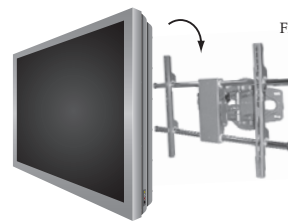

Fig. 4 – Enganche cuidadosamente la pantalla en la placa de pared.
- Con la ayuda de otra persona, levante cuidadosamente la pantalla y colóquela en el montaje (Fig. 4). Coloque la pantalla en el centro del montaje, y no la suelte hasta que los brazos de montaje hayan quedado completamente afianzados en los travesaños.